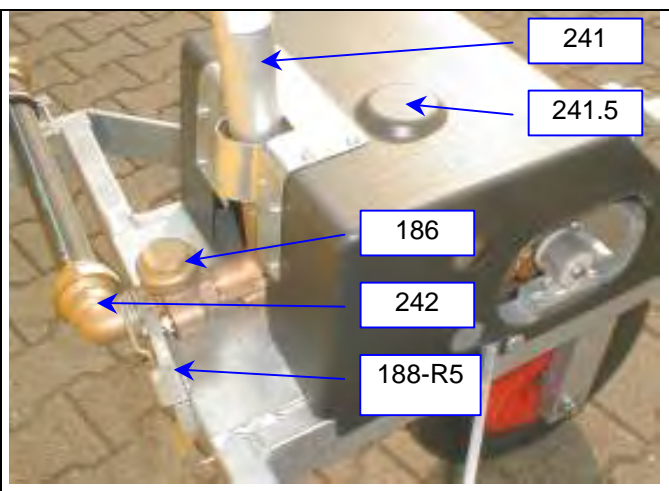

**Bild Nr. 8**
- 8.3 Dann ist das Ventil 186 (Bild Nr. 8) zu öffnen, indem der Hebel 188/189 heruntergedrückt und mit dem Ausschaltgestänge arretiert wird. Unter Wasserdruck darf das Ventil nicht geöffnet werden.